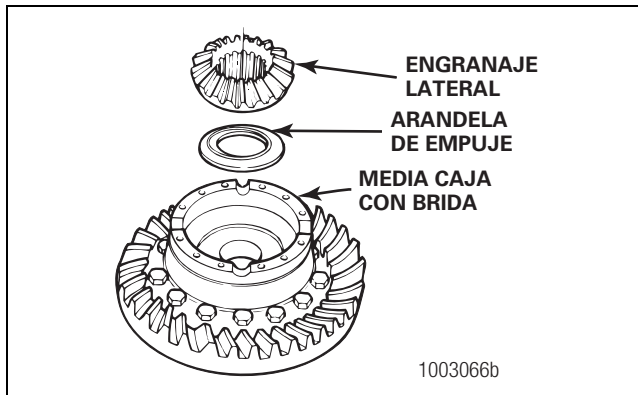

Figura 5.22
11. Instale una arandela de empuje y el engranaje lateral en la media caja con brida. Figura 5.22.